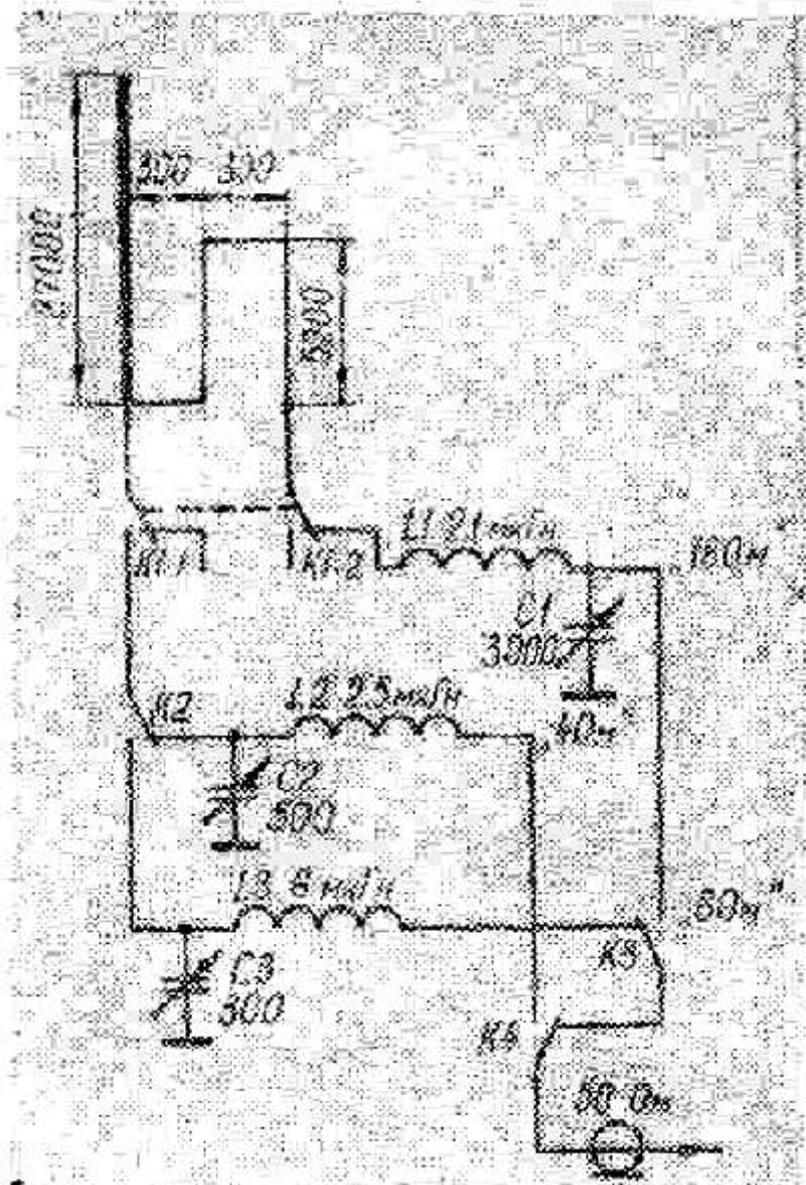

Рис. 24
* Известный бельгийский коротковолновик Дж. Деволдер (4) разработал эффективную антенну для работы на диапазонах 160, 80 и 40 м. В качестве элемента, увеличивающего электрическую длину антенны на диапазоне 160 м, используется удлиняющая согласующая линия (Linear Loading Line), а на остальных диапазонах используются обычные согласующие устройства (Г-образный L_1C_1 контур). Таким образом электрическая длина антенны на 160 м — $1/4 \lambda$ на 80 м — $3/8 \lambda$ и $5/8 \lambda$ на 40 м. Наличие хорошей системы заземления обязательно, как в случае установки антенны на земле, так и на высоте. Размеры и данные согласующих устройств антенны показаны на рис. 24.